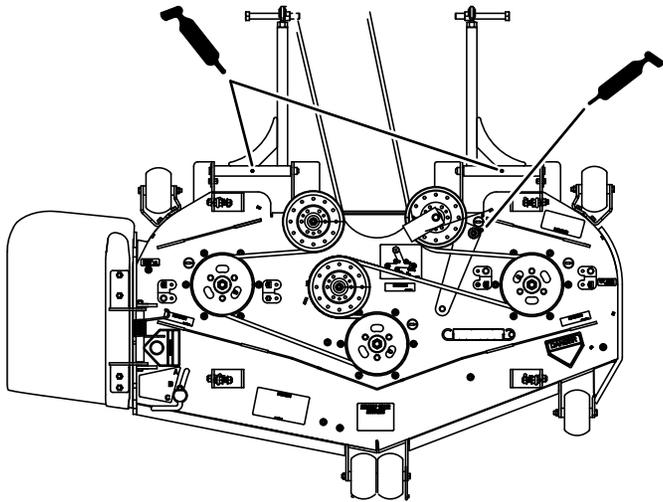

Figura 49
6. Engrase el brazo tensor de la carcasa del cortacésped (Figura 49).
7. Lubrique los puntos de engrase de los brazos de empuje (Figura 49).